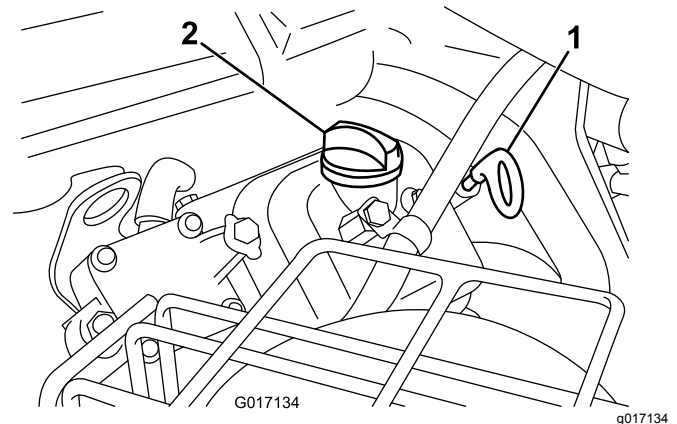

Figure 20
2. Retirez la jauge et essuyez-la sur un chiffon propre. Remettez la jauge dans le tube en l'enfonçant au maximum (Figure 20).